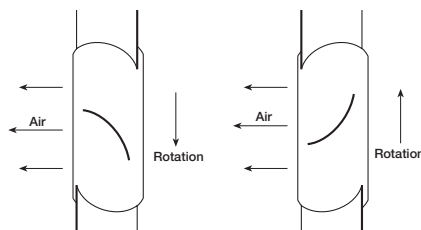
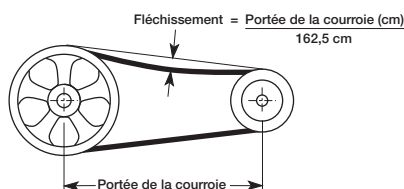

Figure 7 — Sens de rotation
Figure 12 — Tension de la courroie
12. Vérifier le sens de rotation de l'hélice en mettant brièvement l'appareil en marche. Le sens de rotation doit être celui indiqué sur l'autocollant apposé sur l'appareil ou sur la Figure 7. Sur les installations triphasées, le sens de rotation peut être inversé par l'inversion de deux quelconques des trois fils électriques. Pour les installations monophasées, suivre le schéma de câblage figurant sur le moteur ou voir Figure 12.
2. Démarrer le ventilateur et l'arrêter immédiatement pour vérifier que le sens de rotation de l'hélice correspond à la flèche dans le compartiment du moteur. Voir la Figure 7.